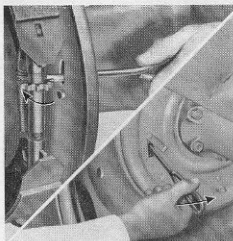

Fig. 22.
2. Skjut undan skyddslocket på baksidan av bromsskölden. Använd en skruvmejsel för att vrida det tandade justerhjulet. (Fig. 22.) För skruvmejselns handtag framåt och fortsätt tills backarna tar i trummorna.